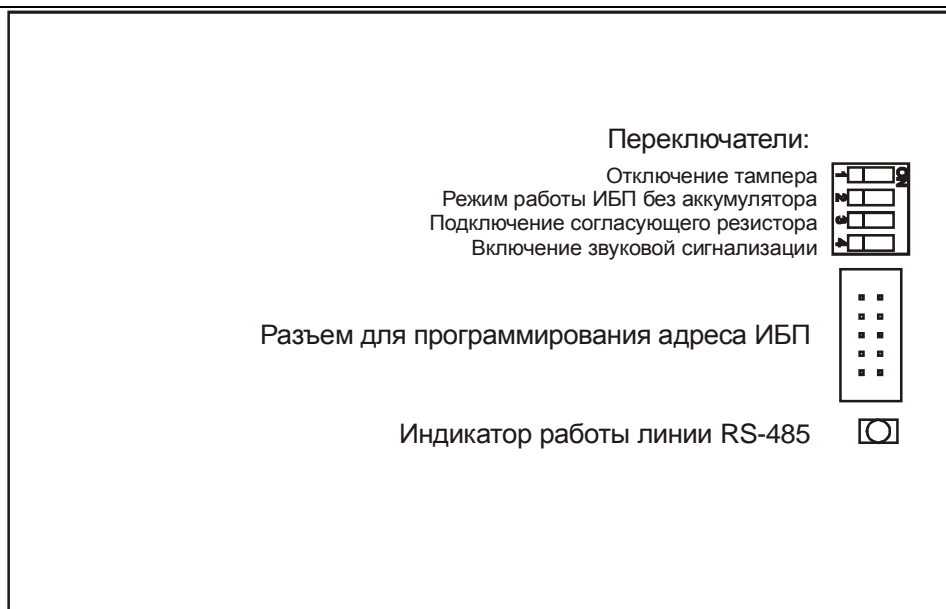

Рис. 8 Внешний вид платы контроллера состояний
4.5. Внутри корпуса на двери размещена плата контроллера состояний (Рис. 8).